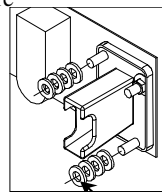

Figure 3.
- Placer (élément 1) une rondelle plate (4) sur chacun des goujons comme illustré. Voir la Figure 3. Les deux côtés.